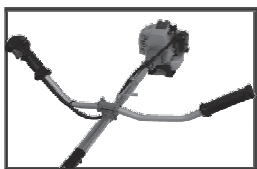

рис. 2
6.1 Установка J-образной рукоятки (рис.2)